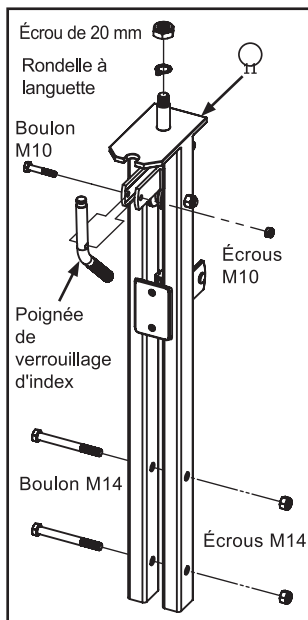
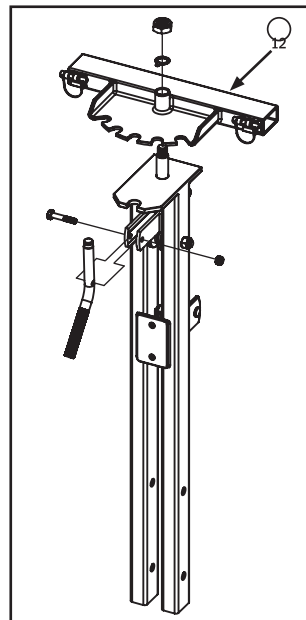
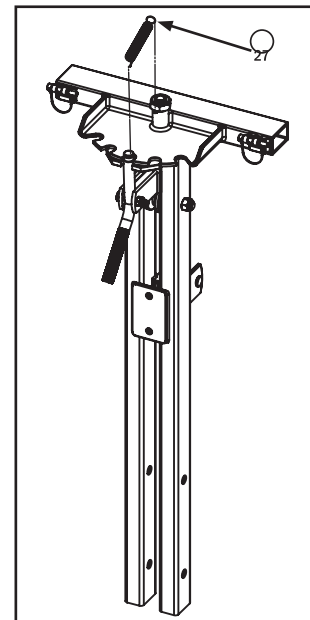

Fig. 17
Fig. 18
Fig. 19
Étape 17 : Préparez la colonne de la flèche. La colonne de la flèche (11) comporte des fixations et des pièces qui doivent être préparées avant d'être fixées au tube vertical du dispositif de protection de sécurité (10). Retirez l'écrou de 20 mm et la rondelle à languette du haut de la colonne. Retirez le boulon et l'écrou de 10 mm qui maintiennent la poignée de verrouillage de l'indexation et retirez les deux boulons et écrous M14x130 (fig. 17). Installez la plaque d'indexation (12) sur le goujon supérieur, placez la rondelle à languette sur le dessus, puis fixez-la solidement en place avec l'écrou de 20 mm. Tournez la poignée de verrouillage de l'indexation de façon à ce que la poignée moletée soit à l'extérieur et réinstallez-la avec le boulon et l'écrou M10 (fig. 18). Installez le ressort d'extension (27) entre la rondelle à languette et la poignée de verrouillage de l'indexation (fig. 19).